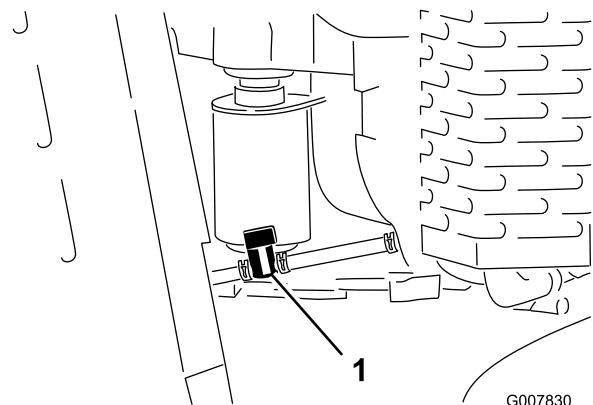

Figure 39
4. Tournez le robinet de vidange en position fermée (Figure 39).
5. Pincez les extrémités du collier de flexible du côté moteur et poussez-le vers le haut de la conduite d'alimentation, à l'opposé du robinet (Figure 39).
6. Débranchez la conduite d'alimentation du robinet (Figure 39). Ouvrez le robinet d'arrivée de carburant et laissez l'essence s'écouler dans un bidon ou un bac de vidange.
3. Tournez le robinet de vidange en position fermée (Figure 39).
7. Tournez le robinet de vidange en position ouverte (Figure 39).